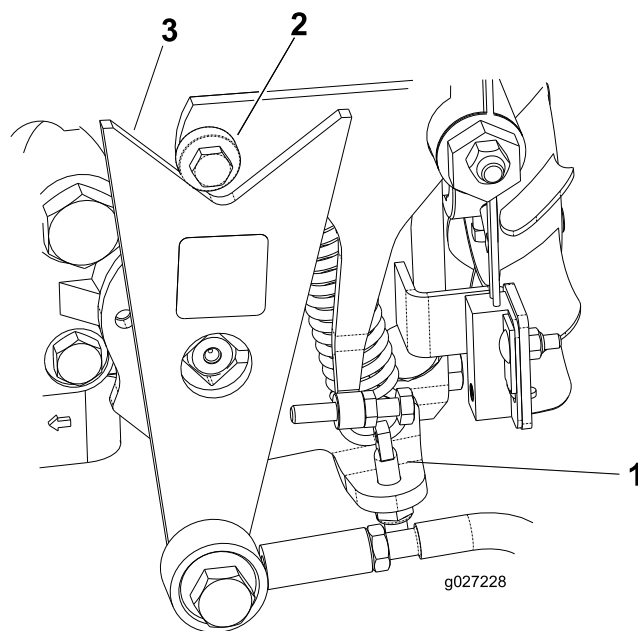

Рисунок 43
- Если колеса вращаются в правильном направлении, заглушите двигатель и отрегулируйте контргайку регулировочного штифта пружины (Рисунок 43). Отрегулируйте нейтральное положение трансмиссии; см. Регулировка нейтрали тягового привода \(страница 38\).